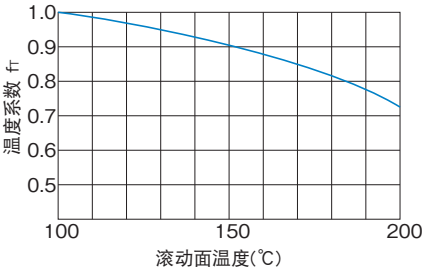

图9 温度系数 (f_T)
- f_T : 温度系数(请参照 **A1-66**中的 图9)
- f_T : 温度系数 (参照A1-66图9)
f_T : 温度系数 (参照A1-66图9)
如果LM导轨的使用环境温度超过100℃时,就要考虑高温的不良影响,应将基本额定载荷乘以图9中表示的温度系数。